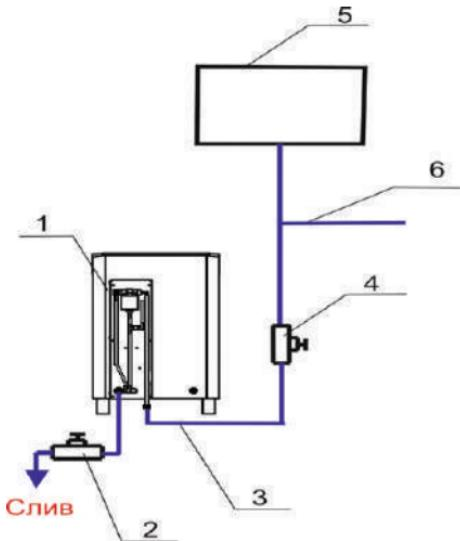

Рис. 7
2.1.2.5 Приподняв вверх снять заднюю крышку. Подключить ЭНУ (поз. 1, рис. 7). с помощью гибкого шланга (поз. 3, рис. 7). к водопроводной сети (поз. 6, рис. 7) или накопительному баку (поз. 5, рис. 7), расположенному в смежном помещении. Рекомендуется устанавливать накопительный бак на высоте не менее 1 м от верха ЭНУ. Перед ЭНУ следует установить запорный кран (поз. 4, рис. 7). Удалить временную заглушку и установить кран слива воды (поз. 2, рис. 7) используя гибкую подводку необходимой длины. Для предотвращения образования известковых отложений, значение жесткости воды должно находиться в диапазоне от 0,5° до 5°F. Рекомендуется использование специальной установки - деминерализатора (с обратным осмосом).
2.2.2.1 Закрыть сливной кран (поз. 2, рис. 7) и открыть заливной кран (поз. 4, рис. 7). При включении электропечи в помещении с отрицательной температурой заливной кран открывать через 15 минут после включения режима парогенерации.
2.2.2.5 После окончания работы, в целях предотвращения образования осадка в баке парогенератора, рекомендуется сливать воду из системы. Для этого закрыть заливной кран (поз. 4, рис. 7) и открыть сливной кран (поз. 2, рис. 7). Дождаться полного слива воды из системы. Оставить краны в таком положении до следующего включения изделия. При возникновении возможности замерзания воды в баке парогенератора, сливать воду обязательно!